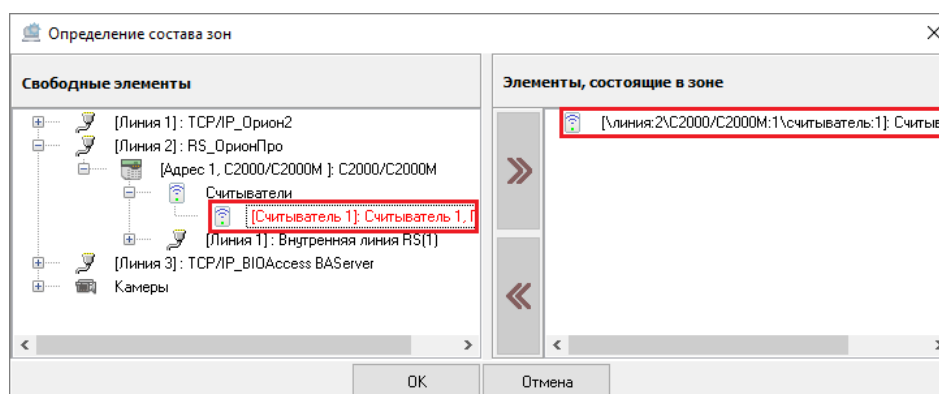

Рисунок 6-373 Выбранный объект системной зоны
- дважды кликните левой клавишей мыши по элементарному объекту системы в поле «Свободные элементы». Элементарный объект системы будет добавлен в поле «Элементы, состоящие в зоне» (см. Рисунок 6-373). Для объектов системы, имеющих дочерние элементы, такой способ добавления объектов в зону не подходит (двойной клик левой клавишей мыши по объекту, имеющему дочерние элементы, приводит в разворачиванию дочерней структуры такого объекта, если она свернута, и к сворачиванию дочерней структура, если она развернута);